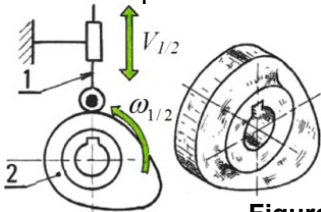

Figure 1
Une tige (1) guidée en translation s'appuie sur le pourtour d'une came (2), Voir figure 1.